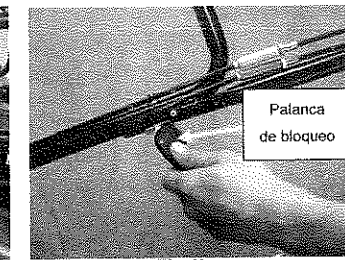

Fig 1b
2. Levante las dos palancas de bloqueo para soltar el manillar superior para el plegado. (Fig. 1b)